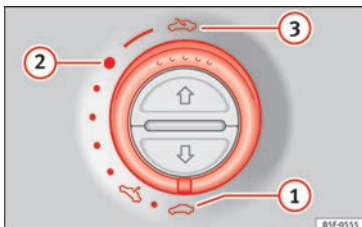

Abb. 13 An der Innenseite des Formhimmels: Schalter drehen zum Öffnen und Schließen.
- Öffnen: Drehen Sie den Schalter auf die Position » **Abb. 13** .
- Komfortstellung: Drehen Sie den Schalter auf die Position » **Abb. 13** .
- Schließen: Drehen Sie den Schalter auf die Position » **Abb. 13** .